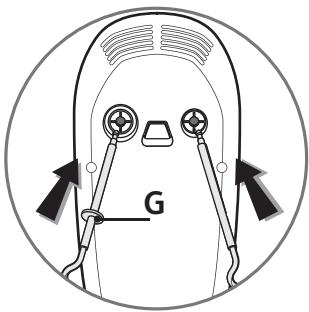

fig.1
- Introduisez les tiges de chaque fouet (B ou F) ou malaxeur (D) dans les orifices prévus à cet effet et
verrouillez. Les fouets et les malaxeurs ont une forme spécifique, le malaxe ou le fouet avec le détrompeur (G) doit être mis à gauche, dans l'orifice le plus gros (Fig.1).
- Utilisation sur le socle (H) : (Selon Modèle)
- Introduisez les tiges de chaque fouet (C) ou malaxe (E) dans les orifices prévus à cet effet et verrouillez . Les fouets et les malaxeurs ont une forme spécifique, le malaxe ou le fouet avec le détrompeur (G) doit être mis à gauche, dans l'orifice le plus gros (Fig.1).
- Placez le socle (H) sur le plan de travail :